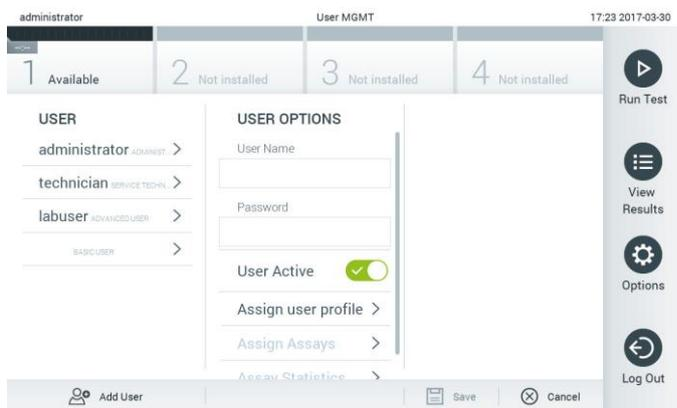

Figure 52. Ajouter un nouvel utilisateur.
1. Appuyez sur le bouton Options (Options) puis sur le bouton User Management (Gestion des utilisateurs) pour configurer les utilisateurs. L'écran User Management (Gestion des utilisateurs) s'ouvre dans la zone de contenu de l'affichage (figure 52).